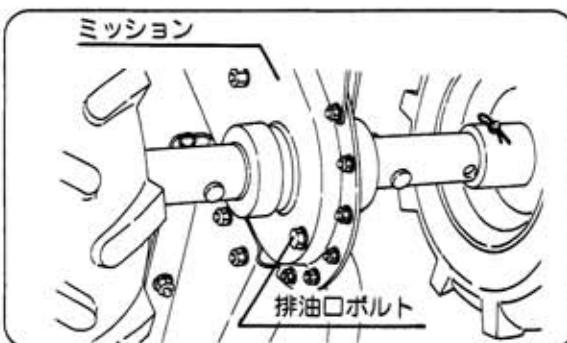

図41
- ① 注油栓を外してください。
- ② ミッショントラクションケース下部の排油口ボルトを外してオイルを抜いてください。
- ③ 排油口ボルトを確実に締付けてください。（図41）
- ④ 注油口より新しいギヤオイルSAE #90を入れてください。（図41）